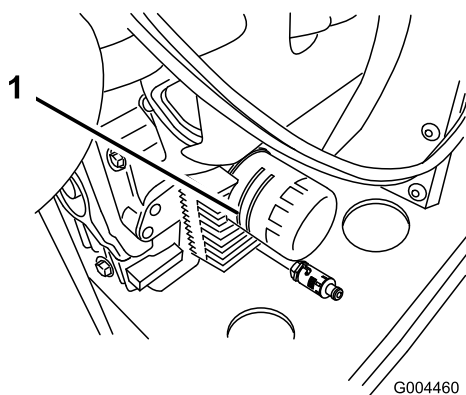

Figure 37
2. Déposez le filtre à huile usagé et essuyez la surface du joint de l'adaptateur (Figure 37).